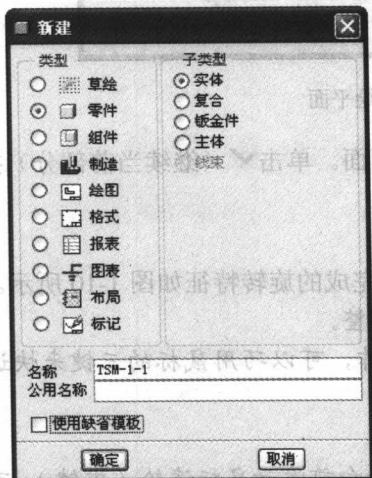

图 1-5 “新建”对话框
2) 在“类型”选项组中选择“零件”单选项, 在“子类型”选项组中选择“实体”单选项, 在“名称”文本框中, 输入 TSM_1_1, 并单击“使用缺省模板”复选项, 以取消使用缺省模板。此时, “新建”对话框如图 1-5 所示。